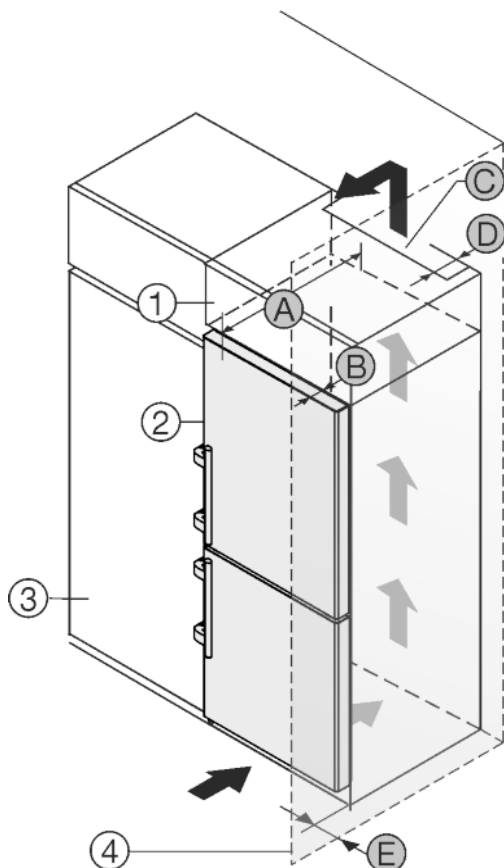

Fig. 27
Uređaj se može adaptirati za ugradnju u kuhinjske ormare. Kako biste uređaj Fig. 27 (2) prilagodili visini kuhinjskog namještaja, iznad uređaja možete postaviti viseći ormar Fig. 27 (1).
Uređaj se može postaviti direktno uz kuhinjski ormar Fig. 27 (3). Kako biste vrata mogli potpuno otvoriti, uređaj mora biti za dubinu Fig. 27 (B) ispred u odnosu na prednjicu kuhinjskog ormara. Ovisno o dubini kuhinjskih ormara i uporabi zidnih distancera, uređaj može i dalje stršati.
- Na stražnjoj strani visećeg ormara treba postojati otvor za odzračivanje dubine Fig. 27 (D) po cijeloj širini visećeg ormara.
- Ispod stropa prostorije treba poštivati ventilacijski presjek Fig. 27 (C).
Kada se uređaj postavlja s okovima pored zida Fig. 27 (4), treba poštivati razmak Fig. 27 (E) između uređaja i zida. To odgovara stajanju ručice kod otvorenih vrata.